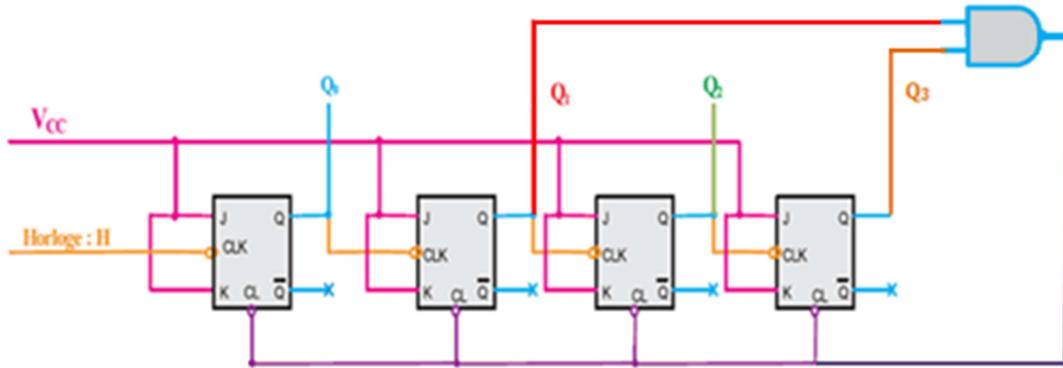

Figure 2
- Réaliser un compteur binaire asynchrone modulo 10 (**Figure 2**).